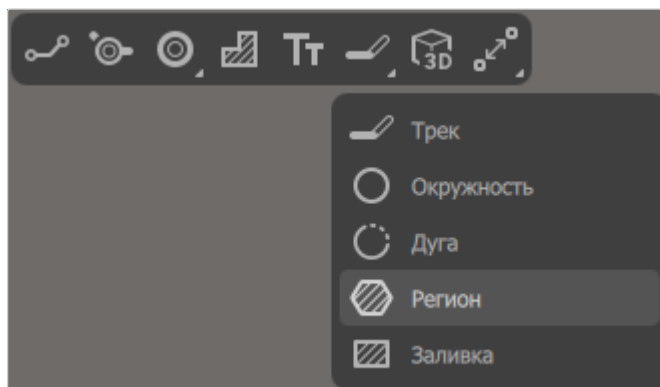

Рисунок 209. Инструмент «Регион» на панели инструментов
- Щелкнуть правой кнопкой мыши по значку  на панели инструментов редактора плат и в раскрывшемся списке выбрать инструмент «Регион» (см. рисунок 209).